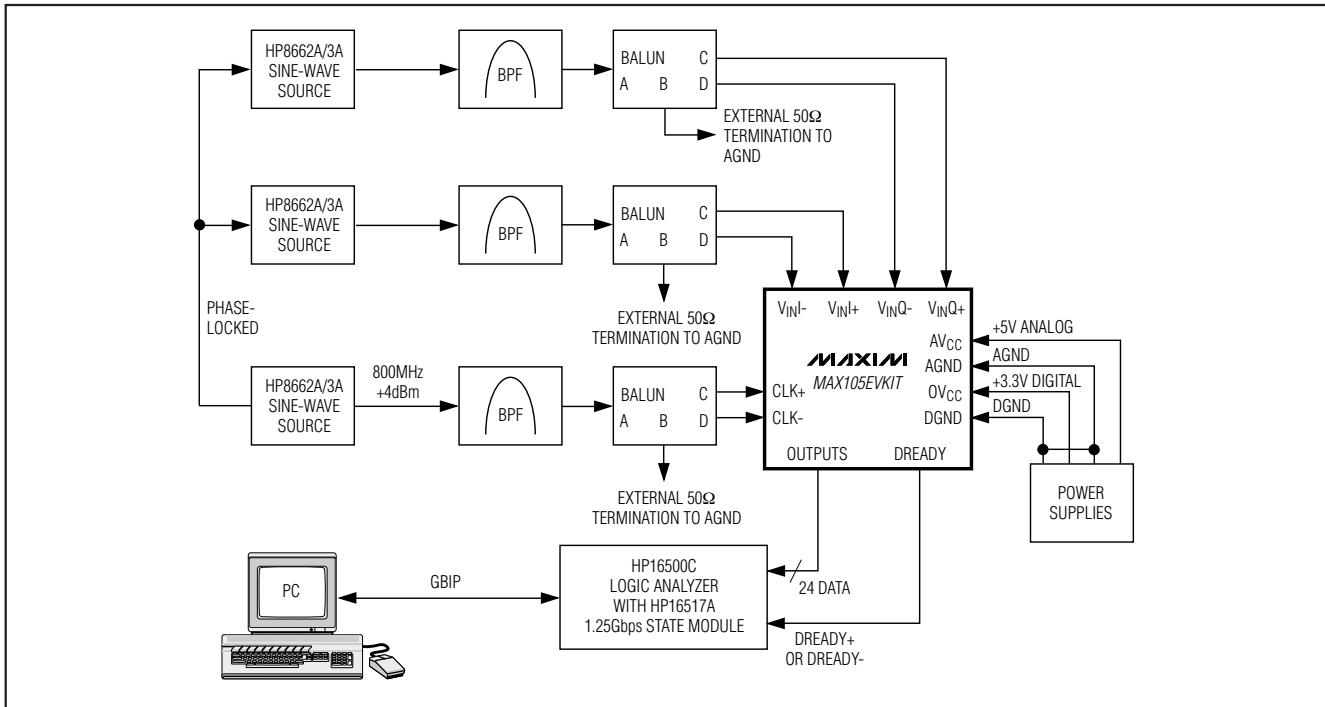
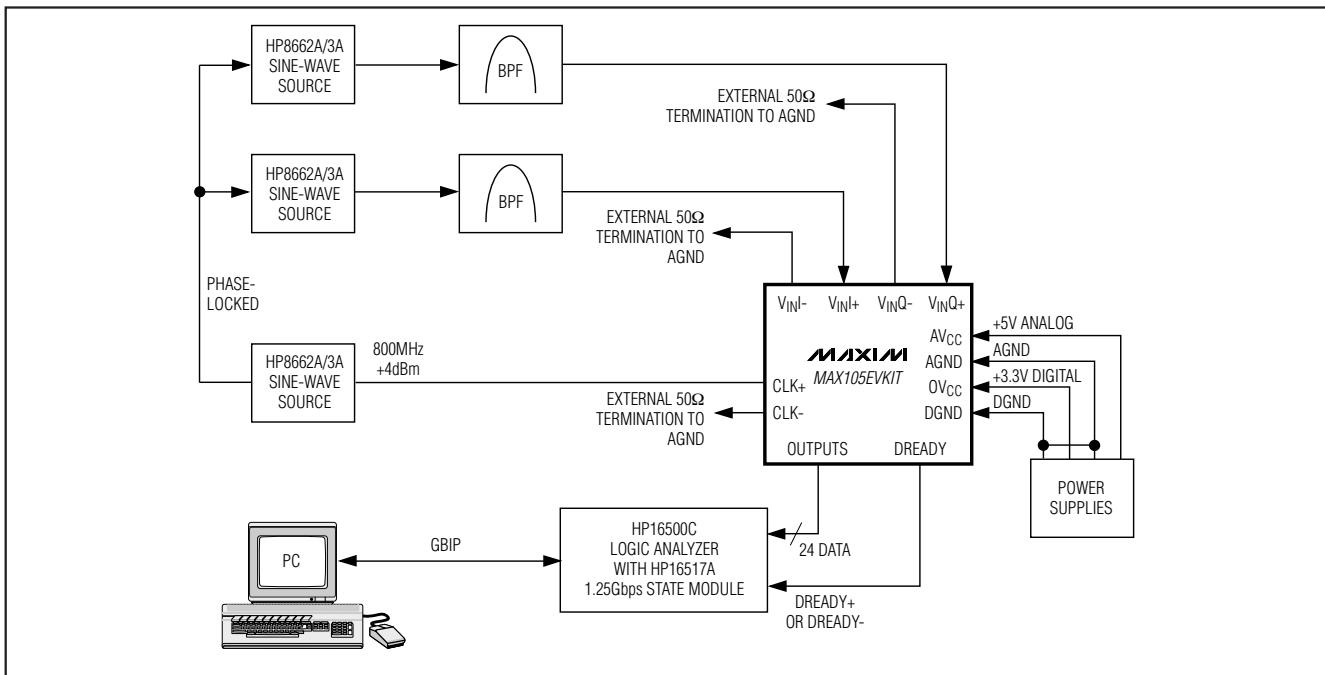

図1. 差動アナログ入力、差動クロック駆動、シングルエンドデータ収集の標準評価設定
図2. シングルエンドアナログ入力、シングルエンドクロック駆動、シングルエンドデータ収集の標準評価設定
- 1) バランを経由して低位相ジッタの信号発生器をクロック入力CLK+とCLK-に接続します(図1)。シングルエンドクロック入力の場合は(図2)、振幅が500mV(354mVRMS+4dBm)の信号を信号発生器からCLK+入力に接続し、使用しないCLK-入力を $50\Omega$ の終端抵抗器でAGNDに終端します。
- 2) 差動動作の場合は、(380mV、270mVRMS(FS約0.5dB)正弦波試験信号をバランのコネクタAに接続します。バランのコネクタBを $50\Omega$ のターミネータで終端します。バランのコネクタCをアナログ入力VINI+(VINQ+)に接続します。バランのコネクタDをアナログ入力VINI-に接続します(図1)。シングルエンド動作の場合は、試験信号をVINI+(VINQ+)又はVINI-(VINQ-)のどちらかに加え、使用しない入力を $50\Omega$ の抵抗器でAGNDに終端します(図2)。最良の結果を得るには、重要な周波数に合わせて設計した狭帯域フィルタを用いて信号発生器の高調波歪みを低減します。